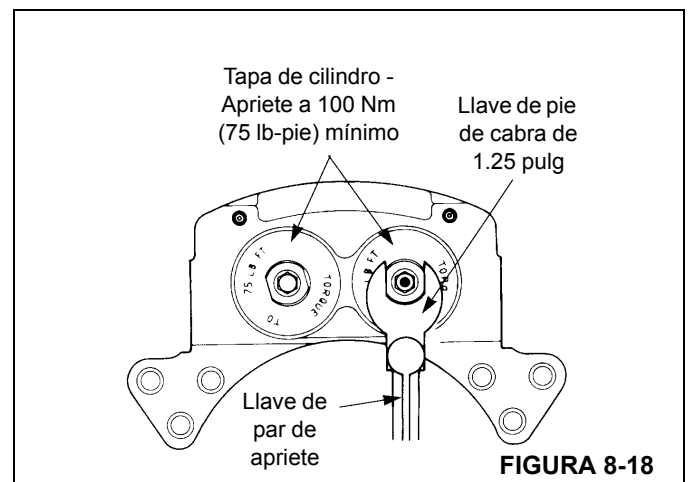

FIGURA 8-18
6. Instale las tapas de cilindro en la caja de las pinzas. Apriete las tapas de cilindro a un par de apriete mínimo de 102 Nm (75 lb-pie) según se ilustra (Figura 8-18).